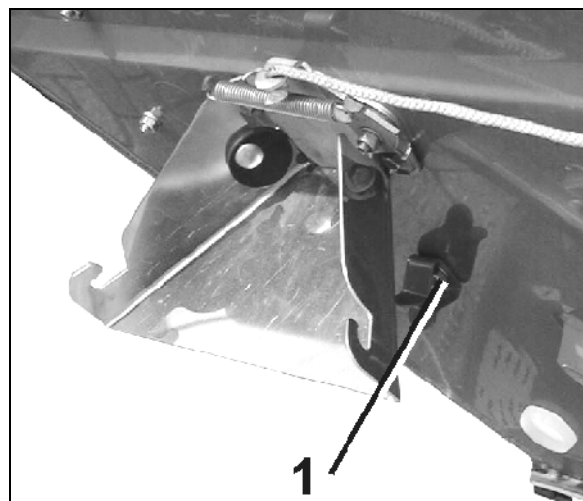
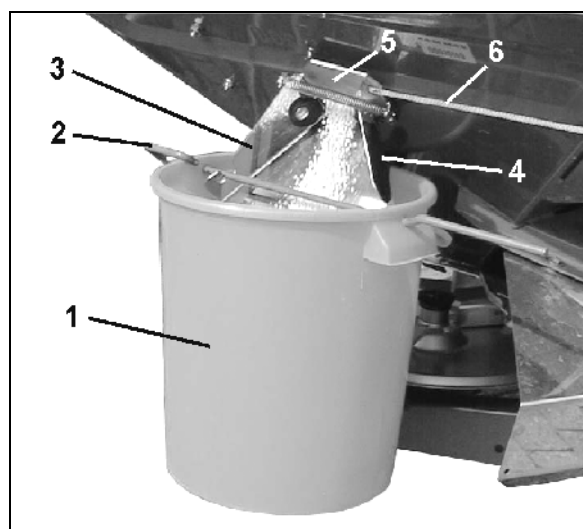

Fig. 57
Fig. 58
1. Auffangbehälter (Fig. 58/1) mittels Bügel (Fig. 58/2) an der Auslaufrutsche (Fig. 58/3) einhängen. Auffangbehälter in Klemmvorrichtung (Fig. 58/4 u. Fig. 57/1) einrasten.
2. Seitenschieber (Fig. 58/5) von Auslaufrutsche ca. 5 sec. mittels Seil (Fig. 58/6) vollständig öffnen (um gleichmäßigen Düngereinfluss zu gewährleisten). Hiernach die aufgefangene Düngermenge in den Streuer zurückschütten.